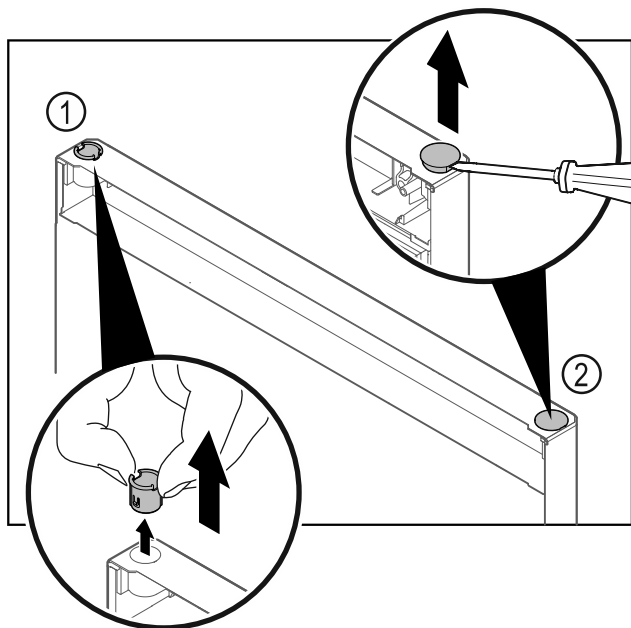

Fig. 27
- Wyjąć palcami tuleję zawiasu Fig. 27 (1).
- Zatyczkę osłonki Fig. 27 (2) ostrożnie podważyć przy pomocy śrubokręta płaskiego i wyjąć.